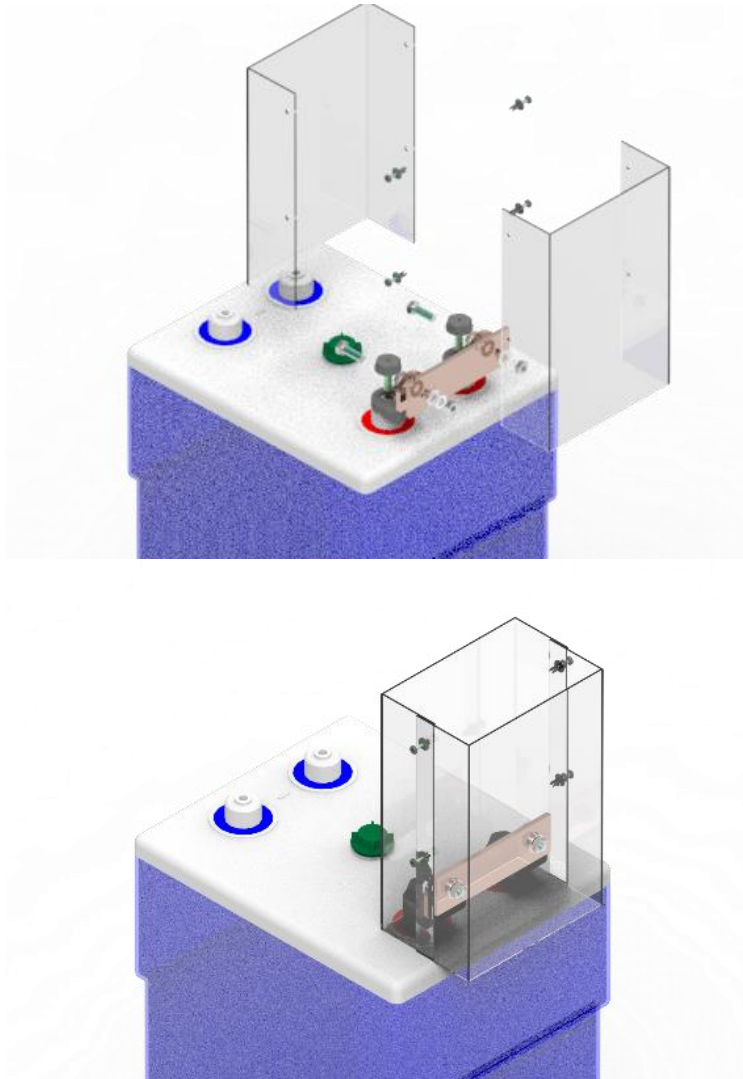

Abbildung 6.6.7-1 - Montage der Anschlussplatte an die Endpole der Batterie
Insgesamt gibt es 11 verschiedene Typen von Anschlussplatten (vgl. Abbildung 6.6.7-1). Anschlussplatten kommen immer dann zum Einsatz, wenn Leitungen an Zellen mit mehreren Batteriepolen angeschlossen werden müssen.
1. Anschlusswinkel auf die Endpole der Batterie aufschrauben (vgl. Abbildung 6.6.7-1).